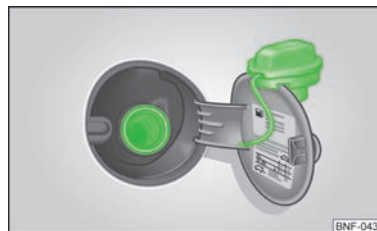

Fig. 94
Na face interior da tampa do depósito de combustível poderá encontrar o tipo de combustível correcto para o seu veículo, assim como as dimensões dos pneus e a pressão de ar dos pneus » Fig. 94.
- Abra a tampa do depósito de combustível com a mão » Fig. 94.
- Desaperte o tampão do depósito para a esquerda e encaixe-o na parte superior da tampa do depósito » Fig. 94.